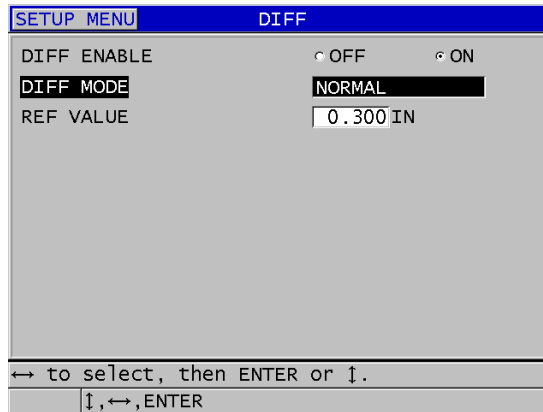

Figura 8-2 Tela DIF
3. Na tela **DIF** (veja Figura 8-2 na página 137):